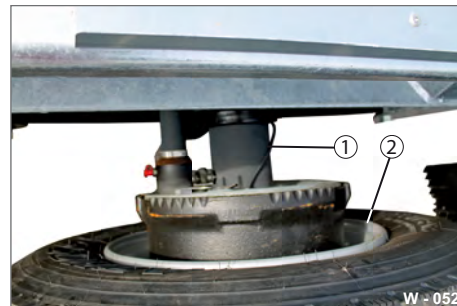

Abb. 52 Hebevorrichtung ansetzen
- ▶ Setzen Sie die Hebevorrichtung möglichst nach außen, im Bereich für Hebevorrichtung (Abb. 52/2), unter das Achsrohr (Abb. 52/1) an.